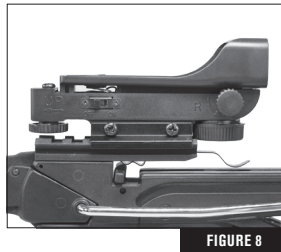

FIGURE 8
- Fije la cuerda del encordador en la punta de cada una de las palas como se muestra en (Fig. 8. 4).
2. Deslice el interruptor del seguro de la posición de Fuego ("FIRE") a la posición de seguro ("ON SAFE"). (Fig. 8)
4. Inspeccione cuidadosamente el interruptor del seguro para asegurarse de que esté completamente en la posición de seguro ("ON SAFE") (Fig. 8). Si el interruptor del seguro no se ha movido completamente de vuelta, no se ha colocado en posición de seguro ("ON SAFE") y sigue en posición de fuego ("FIRE"). Inspeccione siempre visualmente el interruptor del seguro a fin de cerciorarse de que esté en la posición deseada.
**⚠ ADVERTENCIA:** SI POR ALGÚN MOTIVO EL INTERRUPTOR DEL SEGURO NO SE MUEVE COMPLETAMENTE A LA POSICIÓN DE SEGURO ("ON SAFE") (FIG. 8), DESAMARTILLE DE FORMA SEGURA EL ARCO USANDO UNA FLECHA COMO SE DESCRIBE EN LA SECCIÓN 9.D. NO UTILICE LA BALLESTA. LLAME A SERVICIO AL CLIENTE AL 1-866-726-1122 PARA OBTENER UNA REPARACIÓN AUTORIZADA.